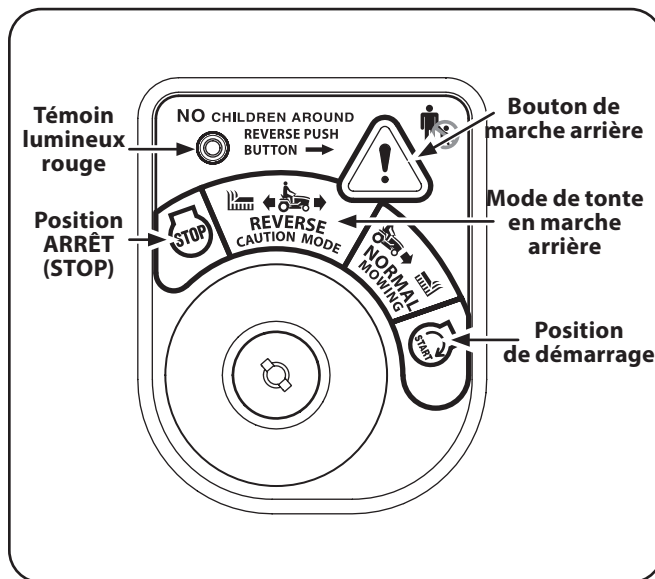

Figure 5-1
2. Tournez la clé de la position de tonte normale  (en vert) à la position de tonte en marche arrière  (en jaune). Voir Figure 5-1.
3. Appuyez sur le bouton de marche arrière situé dans le coin supérieur droit du module de commutateur d'allumage. Le témoin lumineux rouge dans le coin supérieur gauche s'allume lorsque le bouton de marche arrière est activé. Voir Figure 5-1.